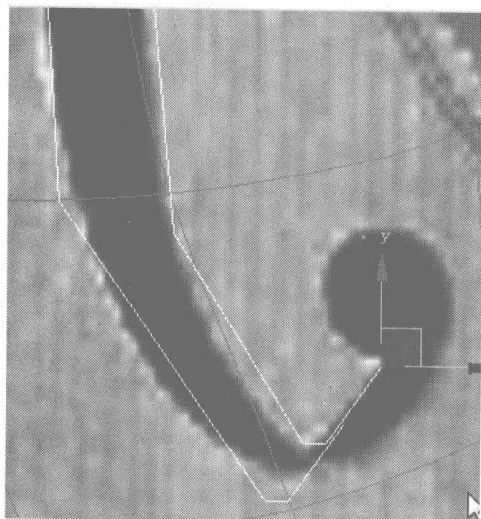
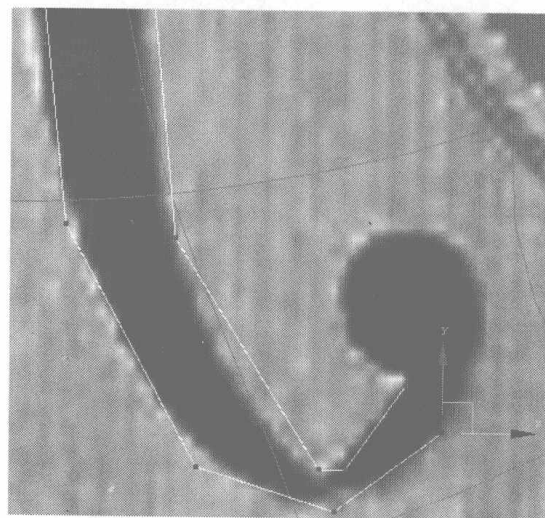

图 5.113
图 5.114
- 10** 在线级别下，按住 Shift 键向外拖动，复制出边沿，如图 5.113 所示。调整模型上的点到如图 5.114 所示的位置。